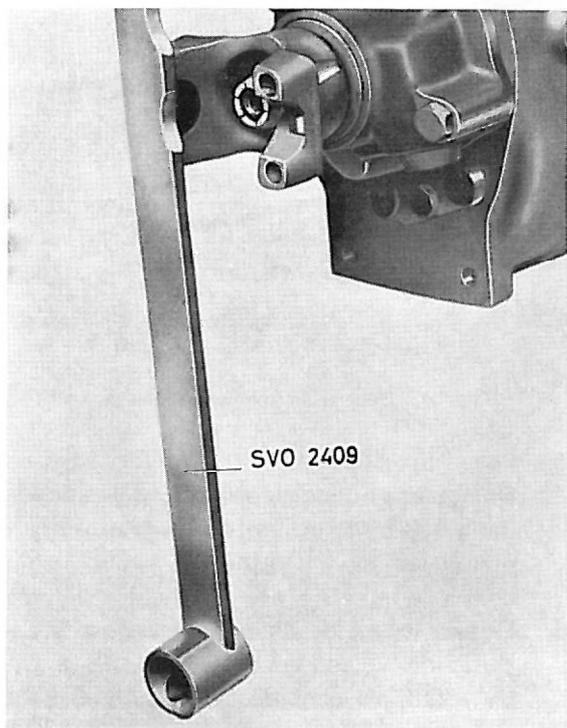
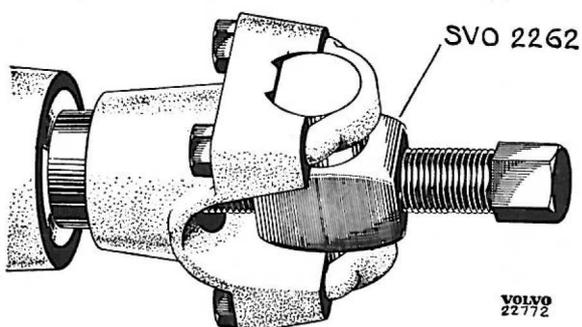

Fig. 11. Clef SVO 2409 servant d'outil d'appui
Fig. 12. Démontage du flasque d'accouplement, ancien modèle
2. Enlever l'écrou du flasque d'accouplement. Se servir alors de la clef SVO 2409 comme outil d'appui, voir Fig. 11. Retirer le flasque. Se servir de l'extracteur SVO 2261 pour les flasques ronds et de l'extracteur SVO 2262 pour les autres, voir Fig. 12 et 13.